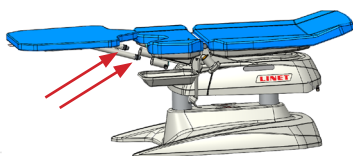

Fig. 1 Montaggio dell'estensione della superficie paziente
- 2) Inserire le barre di guida in entrambi i fori della staffa sotto la seduta (Fig. 1)